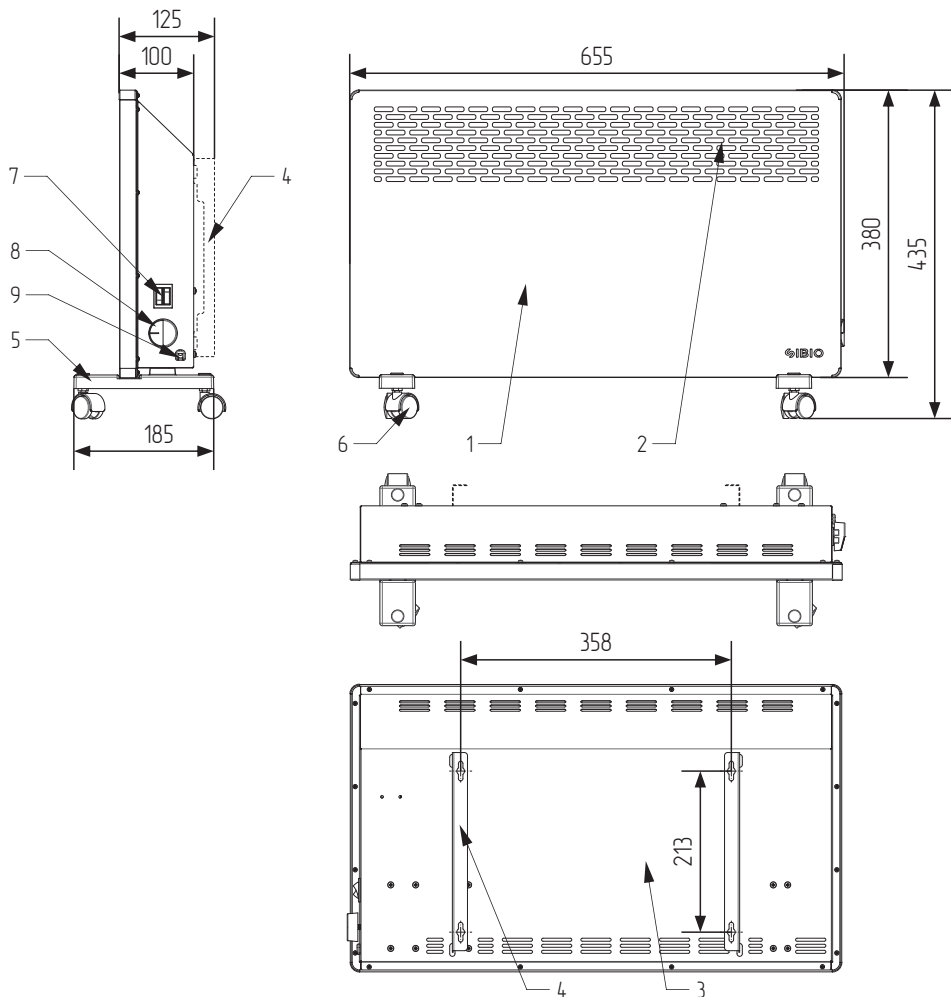

Рисунок 1.
5.1. Конвектор (см. рис. 1) представляет собой металлический корпус, состоящий из передней панели (1) и задней панели (3), внутри которого на шасси расположен электронагревательный элемент (на чертеже не показан). На корпус могут быть установлены настенные кронштейны (4) или колёсные опоры (5), имеющие по 2 поворотных колеса (6). На боковой поверхности корпуса расположены рокерные переключатели с подсветкой (7) и ручка термостата (8). На боковой поверхности корпуса расположены рокерные переключатели с подсветкой (7) и ручка термостата (8).
6.3. Для настенного монтажа конвектора следует с помощью уровня и рулетки (линейки) разметить на стене отверстия. Межцентровое расстояние посадочных отверстий указано на чертеже (см. рис. 1).